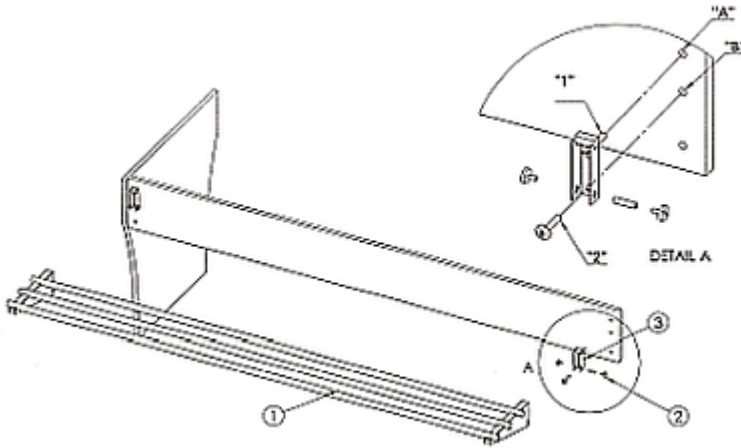

Fig. 4
1. Aproveche los orificios "A" y "B" (orificios 1. y 2. en el panel de madera en la parte superior) para montar el soporte (3) (fig. 4).
3. Fije el soporte (3) en el panel de madera, enroscando el tornillo "1" en el orificio "A" y el tornillo "2" con el orificio "B".
4. Coloque el estante deslizable (1) en los soportes y fíjela con el tornillo de distancia suministrado (2).